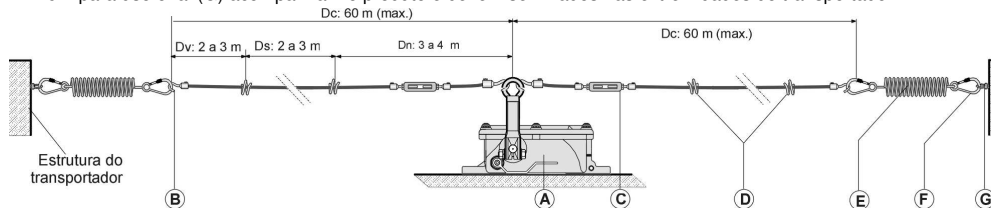
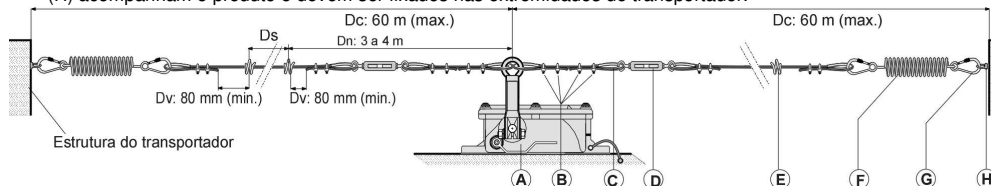

Fig. 2 - Instalação com componentes de montagem rápida
Fig. 3 - Instalação com componentes convencionais
5.1 Montagem rápida FL-518RT Ex/XM (Fig.2):
5.2 Montagem convencional FL-518RT Ex/XA/XM (Fig.3):
5.3.2 Fixar as molas tracionadoras nas extremidades do transportador. Um dos mosquetões da mola deve ser fixado no parafuso ohal fornecido junto com a chave ou em outro ponto fixo do transportador conforme fig.2 ou fig.3.